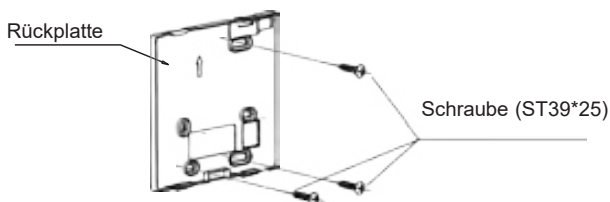

Abb. 3-3
- Bei Aufputzmontage befestigen Sie die Rückplatte mit 3 Schrauben (ST3.9*25) und Dübeln an der Wand. (Abb. 3-3)